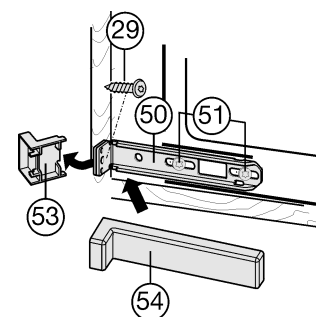

Fig. 17
- Desserrer un peu les vis Fig. 17 (51).
- Visser l'étrier inférieur Fig. 17 (50) à l'aide d'une vis à panneaux de particules Fig. 17 (29) $\varnothing 4 \times 19$ sur la paroi du meuble.
- Casser l'extrémité du cache Fig. 17 (53) qui dépasse. Elle ne sera plus utile.
- Bien serrer les vis Fig. 17 (51).
- Remettre le cache Fig. 17 (54) sur l'étrier Fig. 17 (50) inférieur.